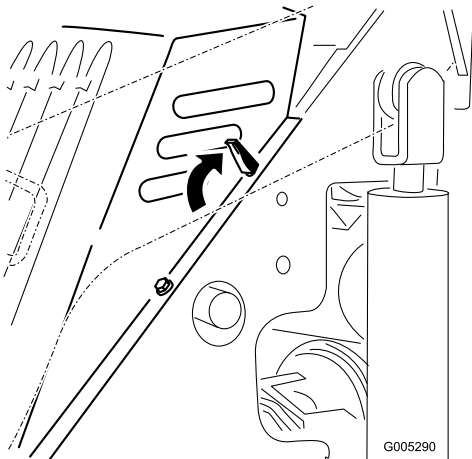

Bild 17
4. Lösen Sie die 4 Verriegelungslaschen (Bild 17).
1. Bringen Sie die Motorhaube auf den Maschinenrahmen und achten Sie darauf, dass die Bolzen der Haube in die Löcher im Rahmen eingeführt werden (Bild 17).
2. Sichern Sie die Motorhaube, indem Sie die Verriegelungslaschen nach vorn und unten drücken (Bild 17).